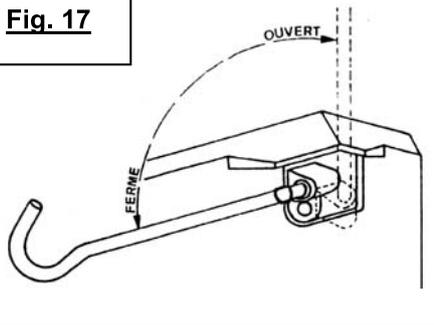
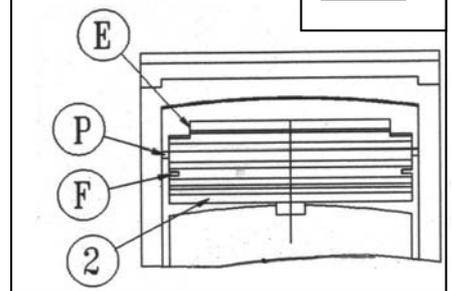

Fig. 18
Fig. 19
Le déflecteur (**Fig. 18**) avec encoches (E) à l'avant (F) sur les côtés, est positionné :
- à l'arrière : sur l'équerre ②
- sur les côtés : sur les pions (P)
- soulever l'avant du déflecteur et tirer vers soi pour le dégager de l'équerre arrière ② **(Fig. 19)**.